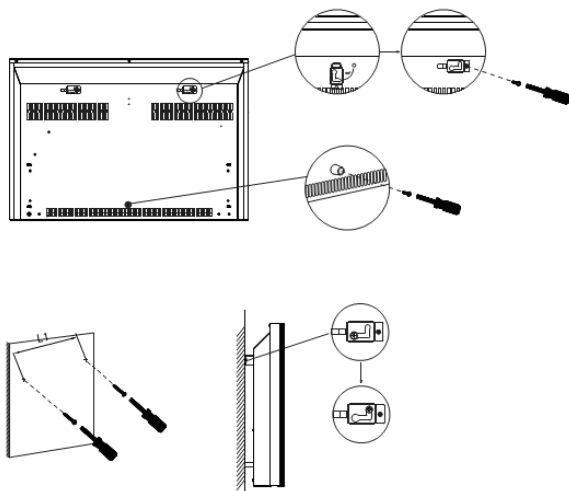

Рис. 4
6. Присоедините крепежные кронштейны к корпусу конвектора вставив их в отверстия в задней панели, и поверните их против часовой стрелки на 90 °, после чего закрепите винтами. Также прикрутите с помощью винта к задней панели конвектора резиновый ограничитель по центру внизу (см. рис. 4).